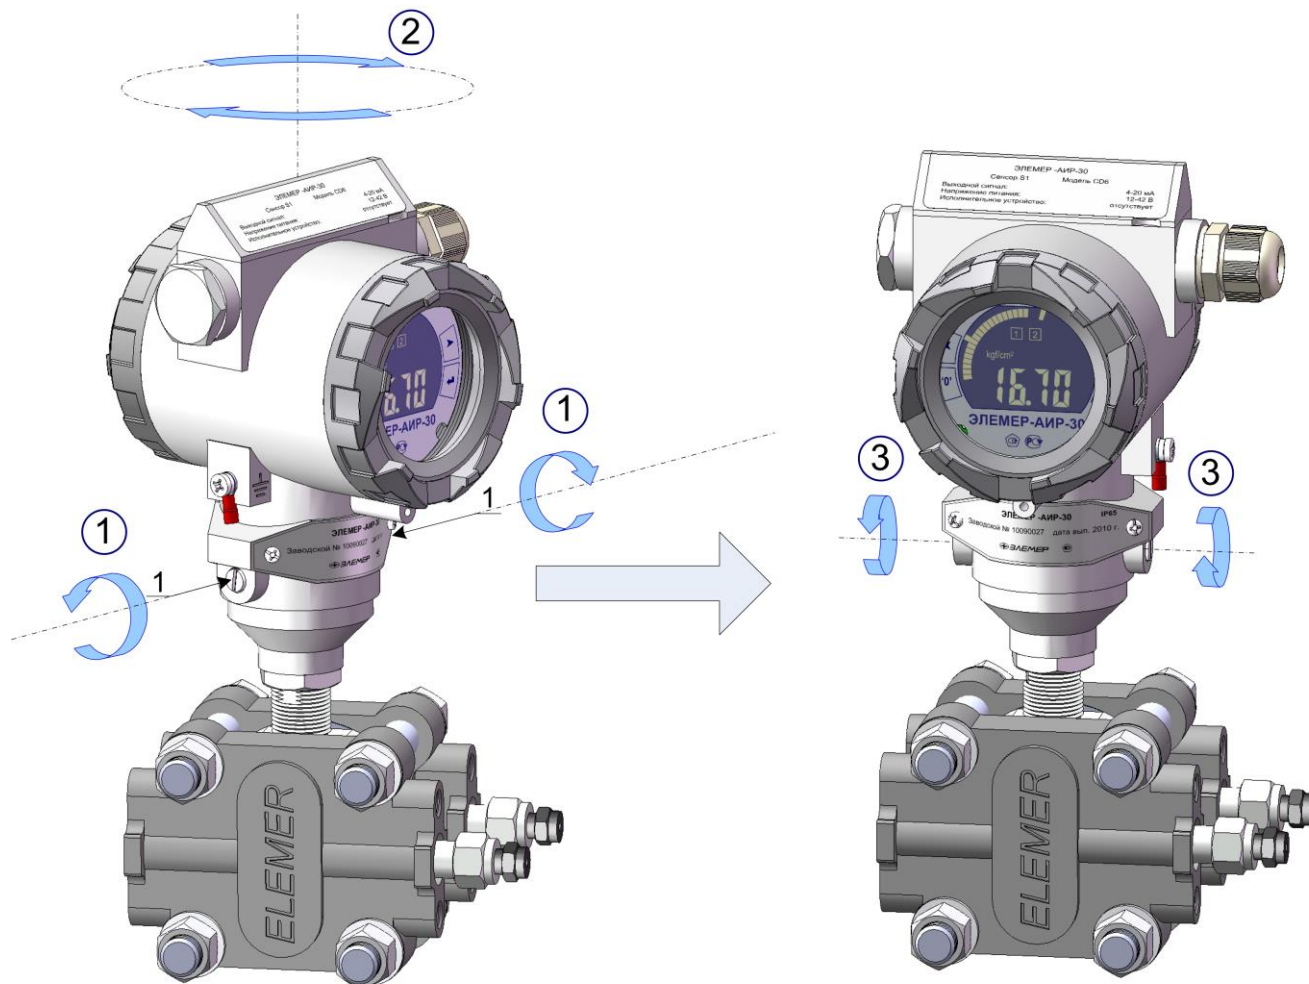

Рисунок 2.7
- ослабить стопорные винты 1 (см. рисунок 2.7) в направлении стрелок 1;
- повернуть корпус электронного блока вокруг вертикальной оси на требуемый угол (стрелки 2) в пределах $\pm 135^\circ$ (см. рисунок 2.7);